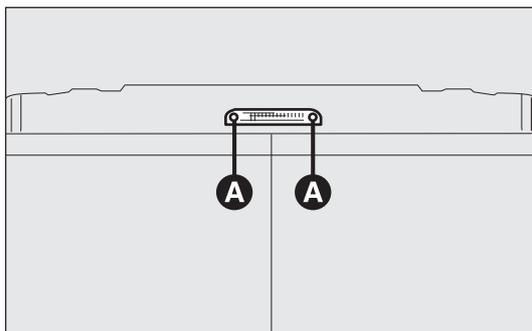

fig. 190
- quite los dos tornillos de fijación A-fig. 190;